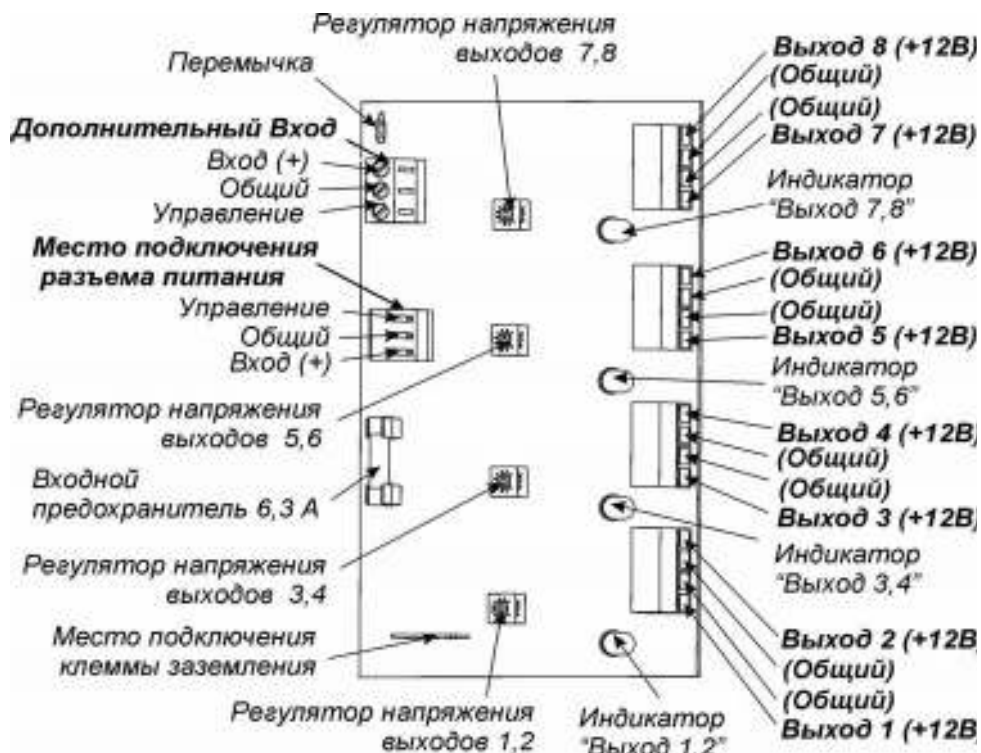

Рисунок.2
Индикаторы «Выход», светодиоды красного цвета, расположенные на преобразователях напряжения PN-V.8 индицируют наличие выходных напряжений каждой пары выходов см. рис.2.
Для увеличения выходного напряжения необходимо повернуть регулятор напряжения по часовой стрелке см. рис.2.
- подключить подводящие провода нагрузок к клеммам «ВЫХОД», «ОБЩИЙ» плат преобразователей PN-V.8, минусовой провод – к клемме «ОБЩИЙ», плюсовой – к клемме «ВЫХОД» см. рис.2;